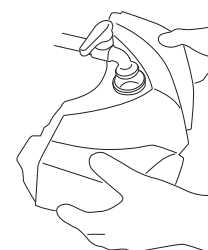

Fig.23
- Füllen Sie den Tank (Abb. 23).